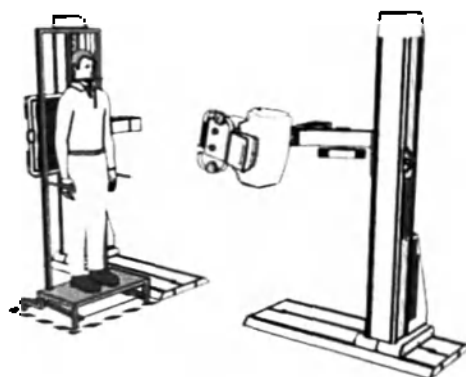

Рис.7.20. Регулирование угла наклона блока рентгеновского излучателя
- Для определения самой высокой точки съемки, горизонтальный рентгеновский луч направляют снизу вверх на подбородок (рис.7.20).